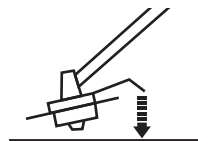

Fig. 18
- > Un butoir [34] vous permet de couper le fil de coupe [33] en même temps que vous travaillez avec votre machine-outil. Frappez simplement le butoir sur la terre pour libérer davantage de fil de coupe (Fig. 18).